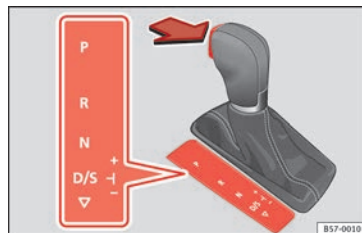

Abb. 173 Wählhebelsperre.
- Betätigen Sie das Bremspedal *und* halten Sie gleichzeitig die Sperrtaste in Pfeilrichtung gedrückt » **Abb. 173**.